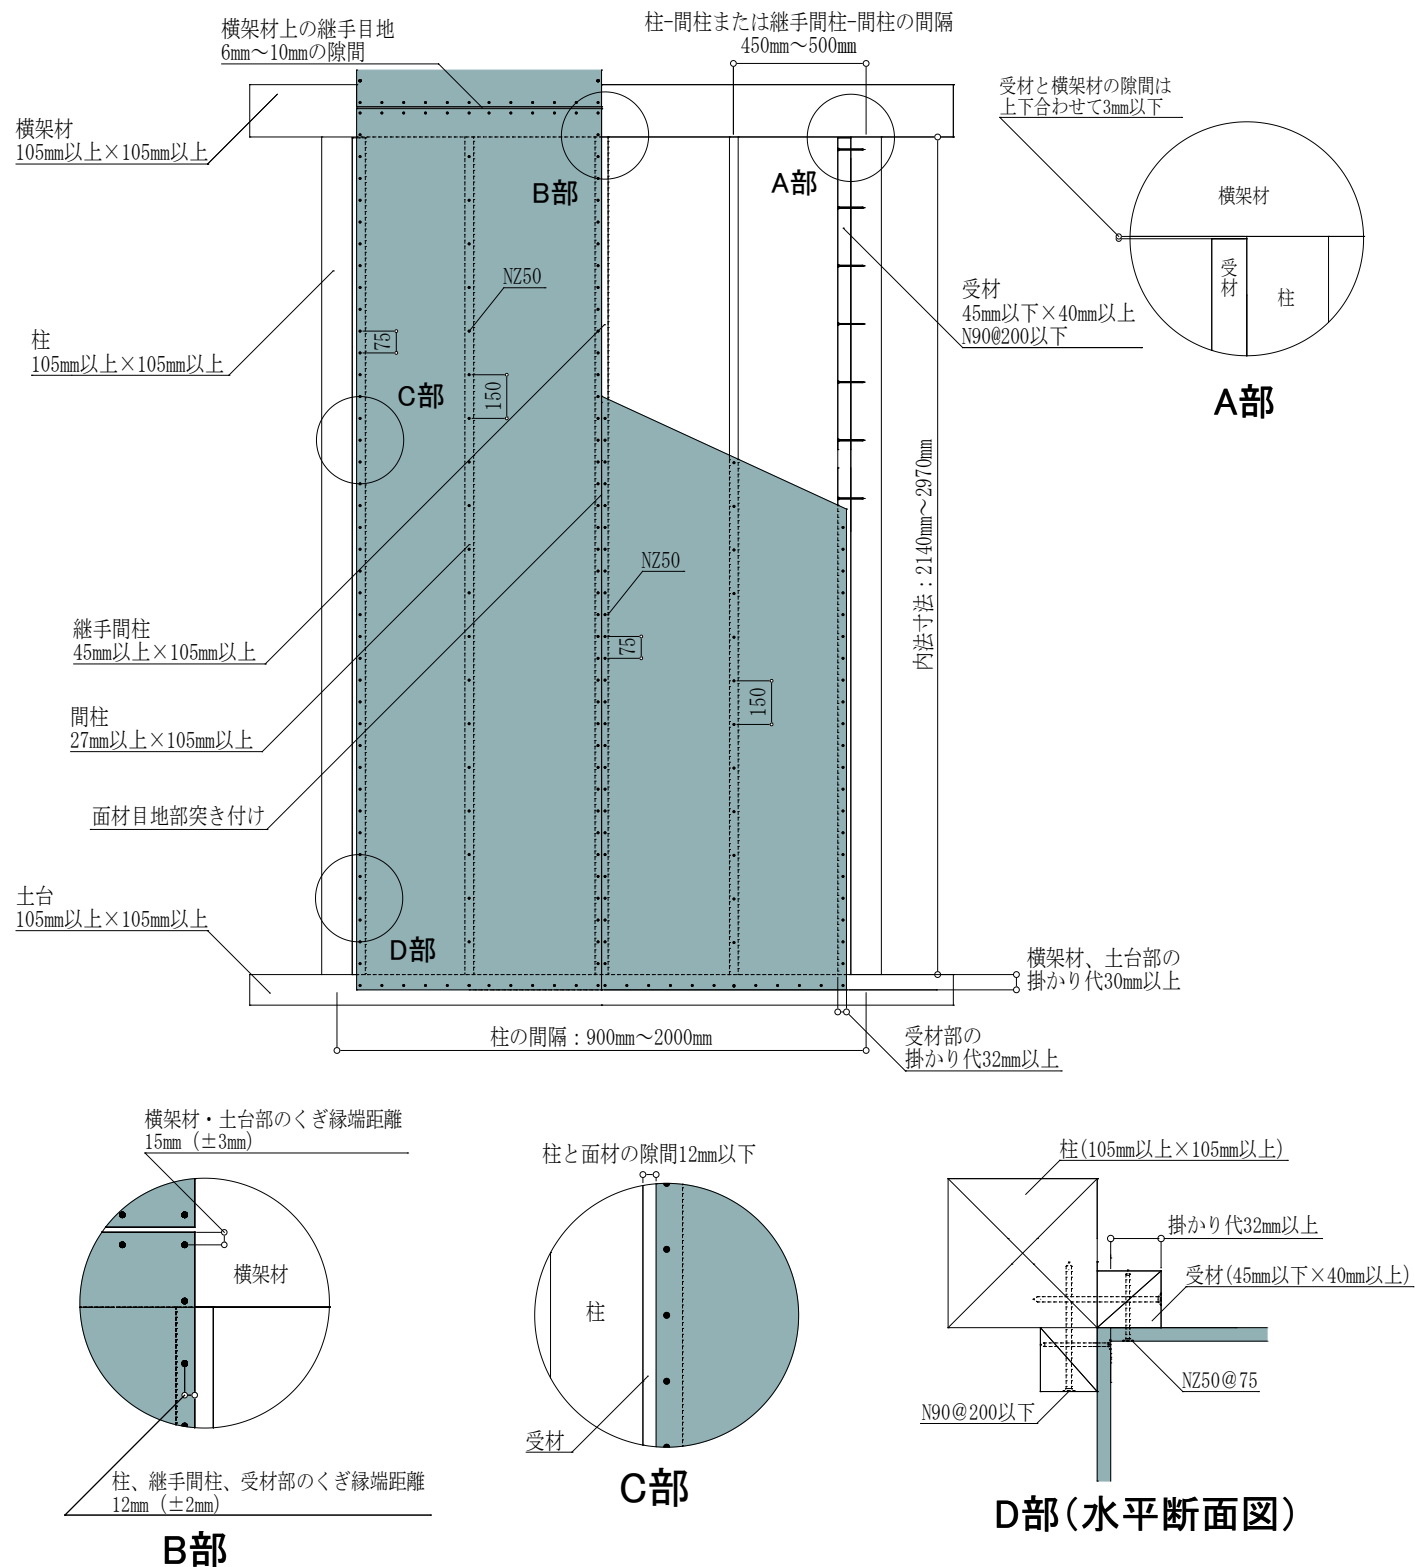

図8 入隅仕様 (FRM-0680 : 2.5 倍) 施工概略図 (2P の場合)
施工においては、図8および注意事項に記載の内容を遵守してください。
- ・タイガーEX ハイパーは、原則 1 枚張りとし、縦継ぎ張りについては、P30「⑨縦継ぎ張りについて」をご確認ください。
- ・図 8 は 2P の施工例となっておりますが、1P の場合も耐力壁とできます。